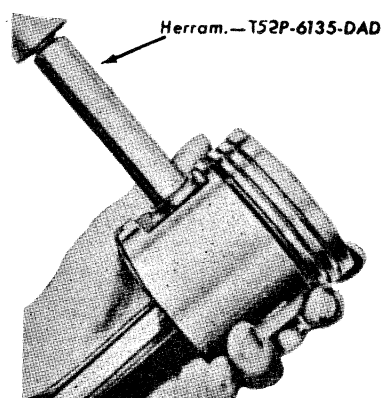

Fig. 39 — Desmontaje de Pasador. Típico
2. Quite los anillos de émbolo. Saque los retenes del pasador y luego expulse el pasador del émbolo y de la biela (Fig. 39). Tire los retenes.